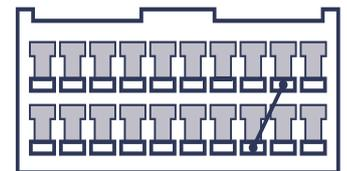

Рис. 15. Разъем иммобилайзера
- если иммобилайзер не установлен, то нет перемычки между контактами 9 и 18 (см. Рис. 15) в его разъеме, находящимся в консоли, недалеко от контроллера ЭСУД;